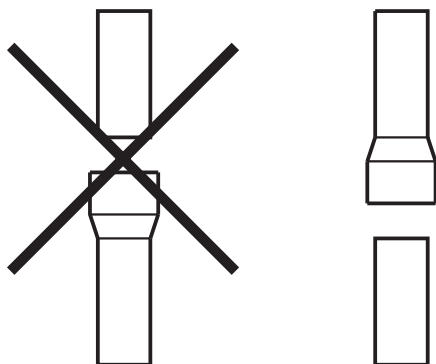

Fig. 5.5.2
- les tuyaux doivent être raccordés de telle sorte que le raccord femelle se trouve en bas pour garantir la tenue aux fumées et à la condensation; à cet effet doivent également être appliquées des garnitures au niveau des jonctions (Fig. 5.5.2).
- Los tubos deben empalmarse con la unión hembra hacia abajo para garantizar la estanqueidad al humo y la condensación por medio de la junta (Fig. 5.5.2).